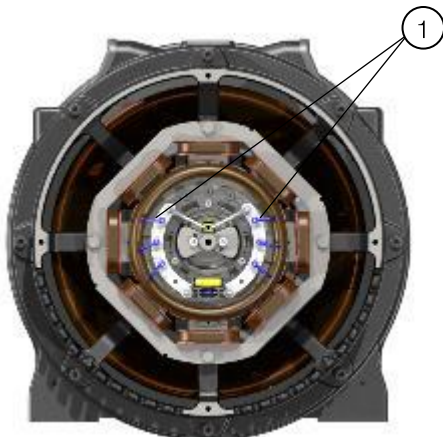

Figure 12.6 : Connexion des diodes
2. Dessouder (étamage à l'étain) les 6 diodes reliées au rotor de l'excitatrice, conformément à la Figure 12.6.